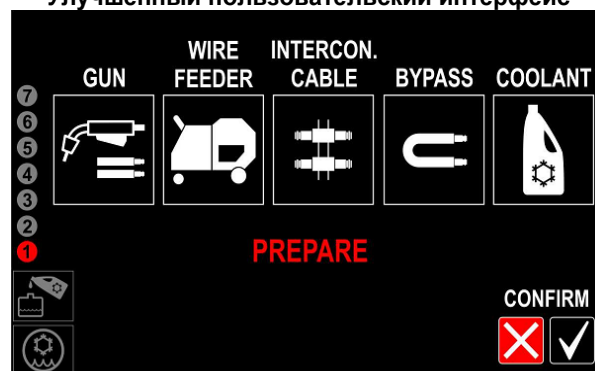

Рисунок 14
- При первом подключении **COOL ARC® 60** сварочный источник питания автоматически запустит процедуру заполнения (Рис. 14 или 22). Снимите крышку резервуара во избежание образования вакуума.